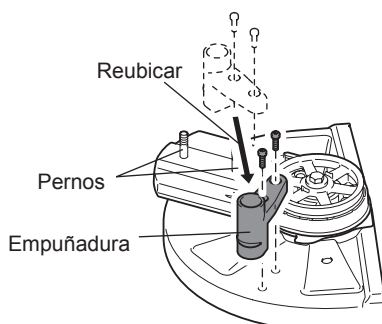

Fig. 5
- Recolocación de la empuñadura. (Fig. 5)